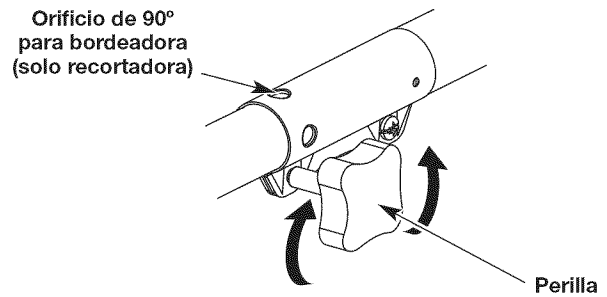
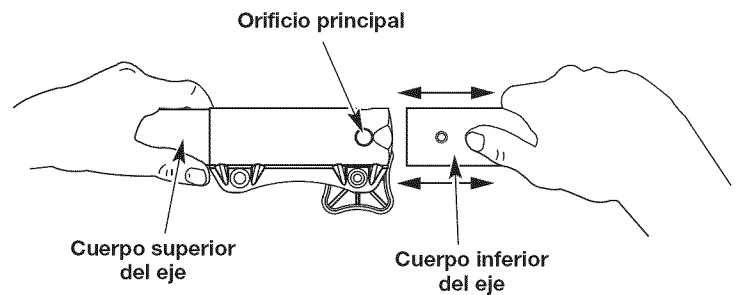

Fig. 3
Fig. 5
1. Para aflojar, gire la perilla en sentido contrario a las agujas del reloj (Fig. 3).
2. Sosteniendo firmemente el accesorio de corte u otro accesorio, empújelo directamente dentro del acoplador Convertible™ hasta que el botón de desconexión encaje sólidamente en el orificio principal (Fig. 5).
3. Para apretar, gire la perilla en el sentido de las agujas del reloj (Fig. 3).
PRECAUCIÓN: Antes de operar esta unidad, cerciórese de que el botón de liberación esté completamente encajado en el orificio principal (Fig. 5) y de que la perilla (Fig. 3) esté bien apretada.
Para hacer cortes (orillados) decorativos con el accesorio de corte del cabezal de línea, trabe el botón de desconexión del accesorio en el interior del orificio de 90° (Fig. 3).
3. Sujetando el cuerpo del eje superior, tire directamente del accesorio de corte o de cualquier otro accesorio para sacarlo del acoplador Convertible™ (Fig. 5).